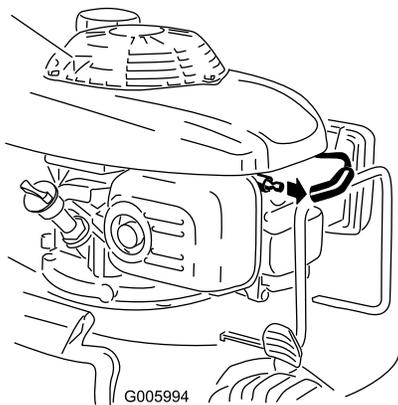

Figure 34
2. Débranchez le fil de la bougie (Figure 34) avant de procéder à un quelconque entretien.
2. Débranchez le fil de la bougie (Figure 34).